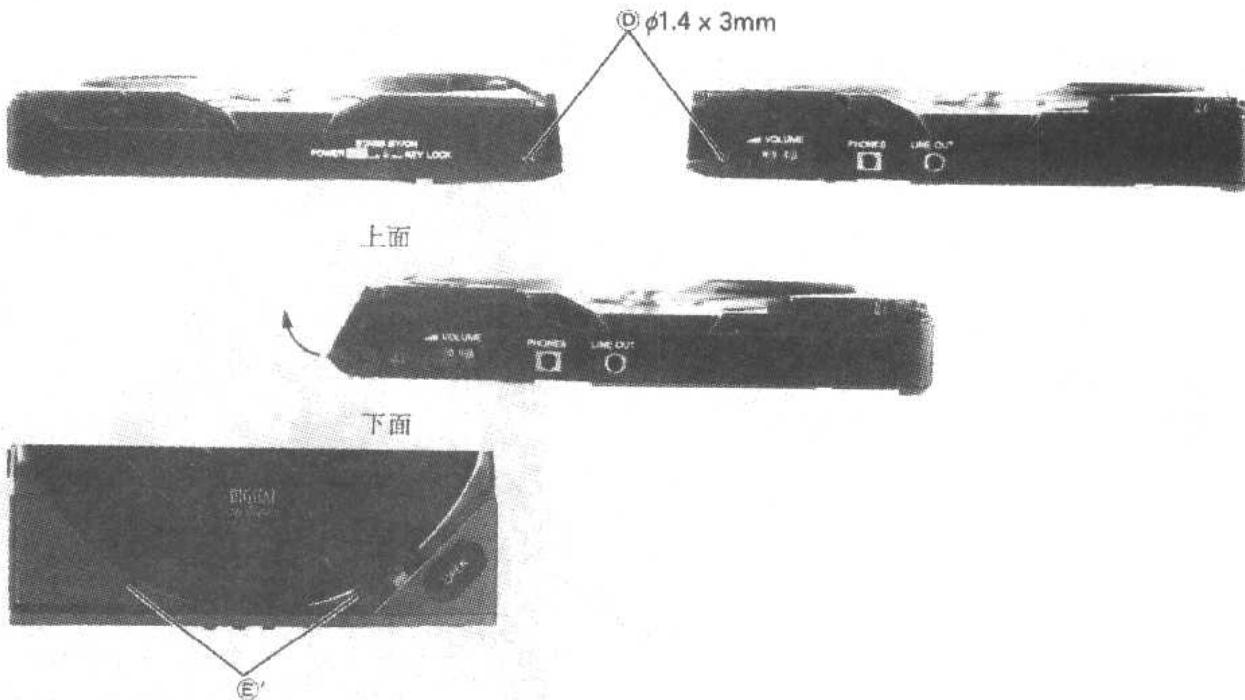

图 1.6
- (1) 取下底板。
- (2) 取下面板侧面的 2 个螺钉①, 由于前面板的上部是钩住的, 故由前面板的下侧(印刷电路板一侧)打开, 取下前面板。(先取下 2 个螺钉⑤', 则便于拆卸), 见图 1.6。